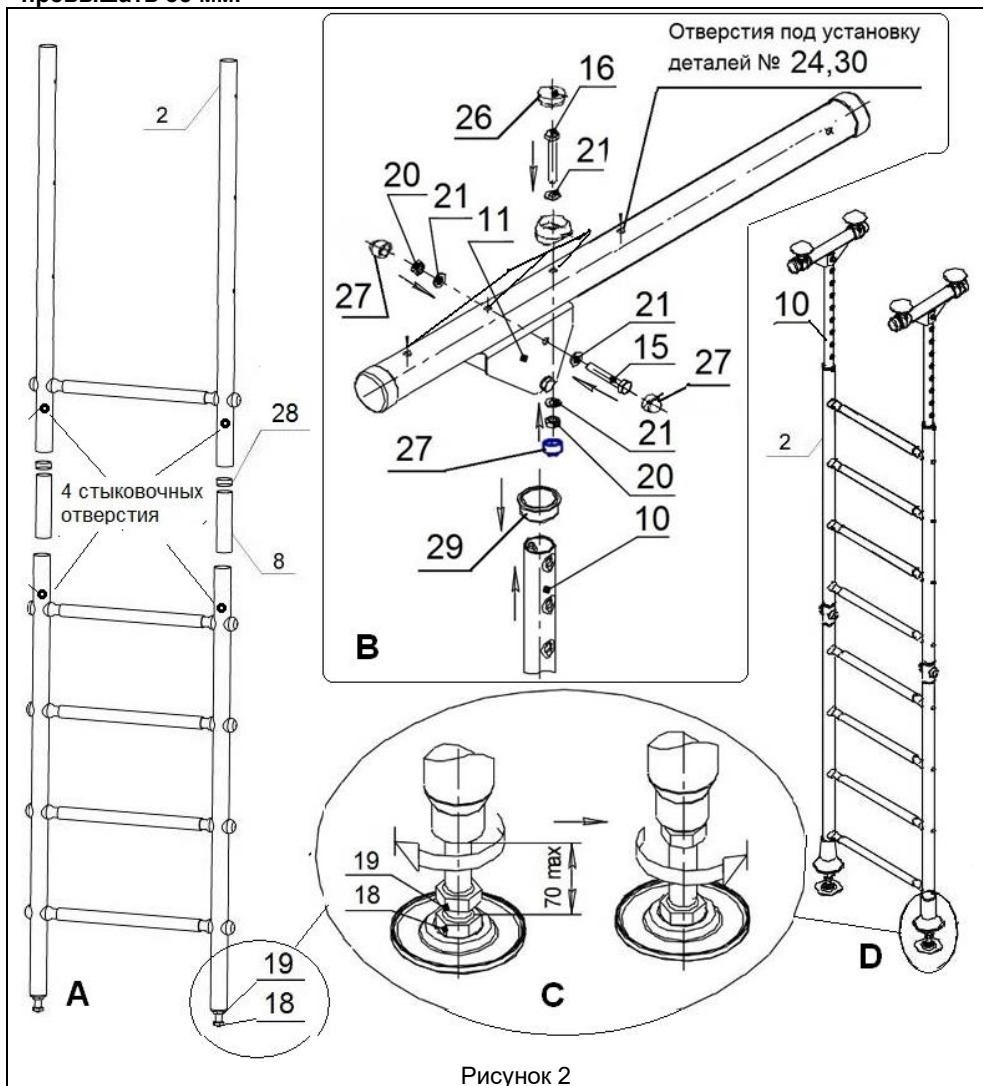

Рисунок 2
3.8. Укрепите Комплекс распорным болтом (поз.18) рисунок 2 (с). Окончательно затяните все перекладины. Запрещается выкручивать болт (поз.18) более чем на 70 мм (см. рис.5). После распора Комплекса — затяните контр-гайку (поз.19) рисунок 2 (с). Вертикальность установки Комплекса контролировать с помощью отвеса.